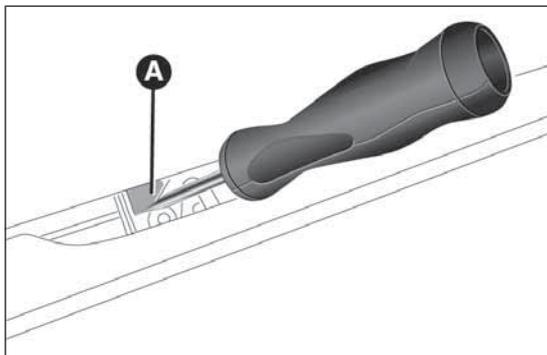

fig. 81
- con el destornillador retirar la lengüeta de color amarillo A fig. 81;